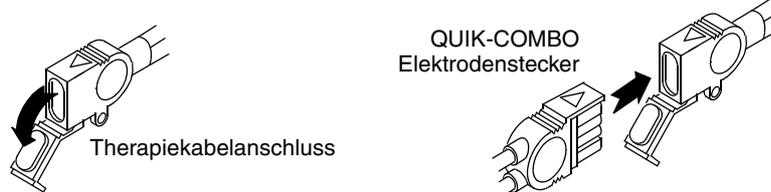

Abbildung 5-3 Verbinden der QUIK-COMBO Elektroden mit dem Therapiekabel
- 1 Die Schutzabdeckung von der Anschlussseite des QUIK-COMBO Therapiekabels her öffnen und abziehen (siehe Abbildung 5-3).